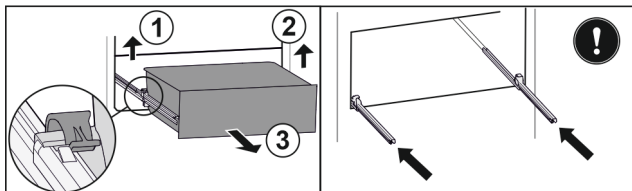

Fig. 79
- ▶ Løft venstre klemme og trekk samtidig skuffen fremover til venstre. Fig. 79 (1)
- ▶ Løft høyre klemme og trekk samtidig skuffen fremover til høyre. Fig. 79 (2)
- ▶ Ta ut skuffen fremover. Fig. 79 (3)